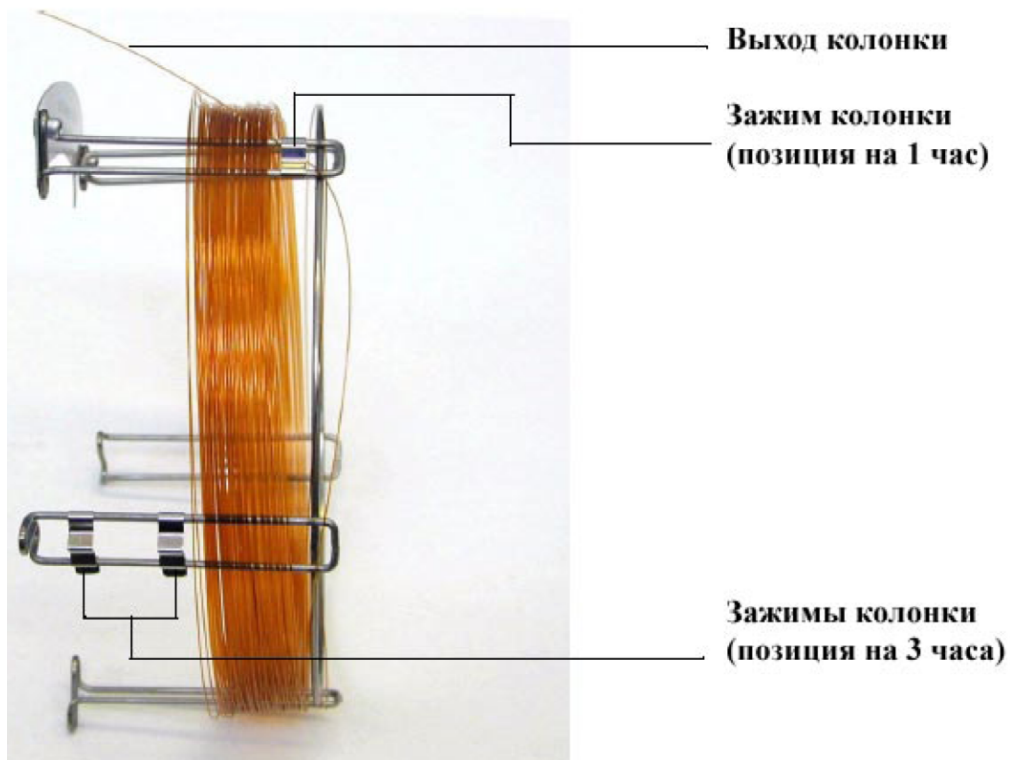

Рисунок 5 Колонка, пропущенная через позицию на 1 час.
- 4 Пропустите выходную сторону колонки через зажим на 1 час так, чтобы выход колонки был направлен к передней части каркаса. См. Рисунок 5.